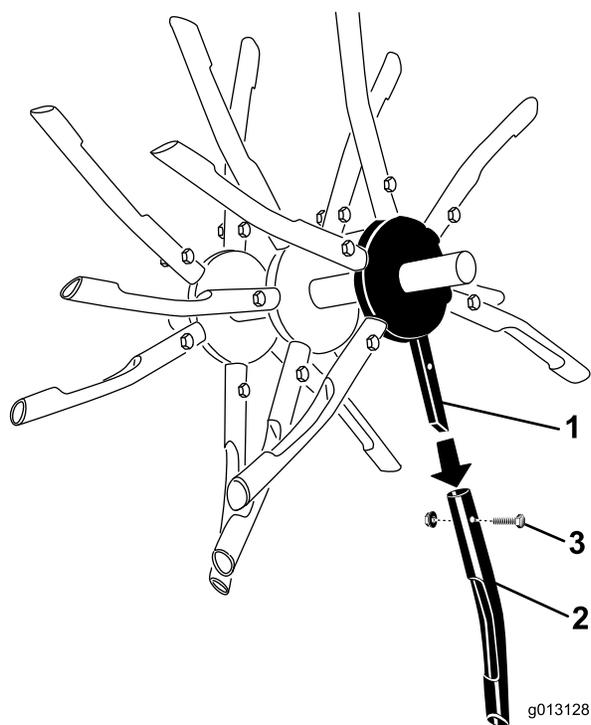

Figura 32
4. Si están dañadas o rotas, retire la tuerca y el perno que sujetan las púas en el conjunto de púas (Figura 32).